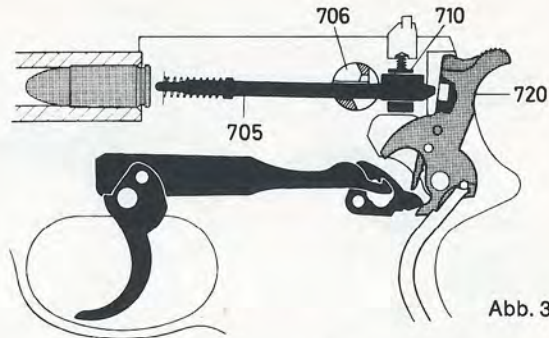

Abb. 3
wird über Entspannstück (37) und Spannstück (34) der Abzug frei und geht nach vorn, Auslösehebel und Schieber mit Schlagbolzen werden durch Federkraft nach unten gedrückt (Endzustand siehe Abb. 3). Die Pistole ist geladen, gesichert, jedoch durch Spannabzug feuerbereit.